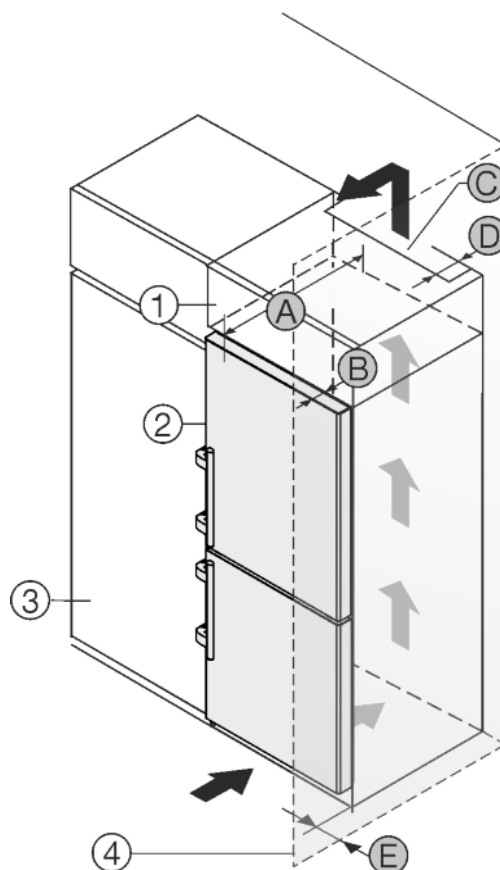

Fig. 13
Spotřebič lze zabudovat do kuchyňských skříní. K vyrovnání spotřebiče *Fig. 13 (2)* na výšku kuchyňské linky lze na přístroj nasadit nástavec *Fig. 13 (1)*.
Spotřebič lze instalovat přímo vedle kuchyňské skříňky *Fig. 13 (3)*. Aby bylo možné dvířka plně otevřít, musí spotřebič přesahovat o hloubku *Fig. 13 (B)* vůči přední linii kuchyňské skříňky. V závislosti na hloubce kuchyňských linek a použití vymezovačů odstupů od stěny může spotřebič vyčnívat dále.
- Na zadní straně skříňky nástavce musí být větrací šachta hluboká alespoň hloubku *Fig. 13 (D)* mm přes celou šířku nástavce skříňky.
- Pod stropem místnosti musí být dodržen ventilační průřez *Fig. 13 (C)*.
Pokud je spotřebič se závěsy instalován vedle stěny *Fig. 13 (4)*, musí být dodržena vzdálenost *Fig. 13 (E)* mezi spotřebičem a stěnou. To odpovídá přesahu madla při otevřených dvířkách.